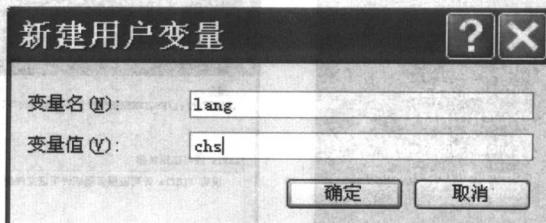

图 1-3 用户变量对话框
③ 在图中选择【新建】，系统弹出如图 1-3 所示用户变量对话框。